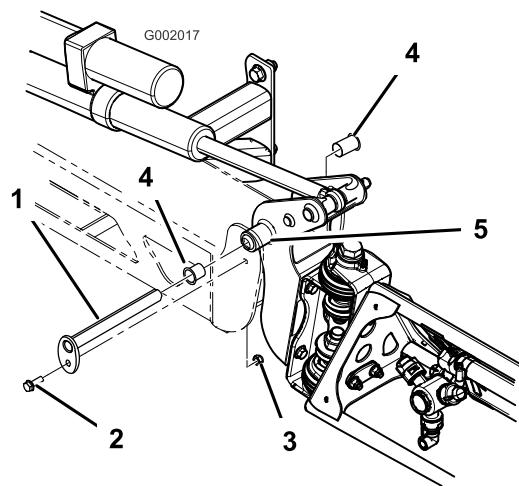

Figura 62
3. Con el peso del brazo apoyado, retire el perno y la tuerca que fijan el pasador de giro al conjunto del brazo (Figura 62). Retire el pasador de pivotе.
5. Retire los casquillos de nylon desde delante y desde detrás del soporte del pivote e inspecciónelos (Figura 62). Sustituya cualquier casquillo dañado.
7. Instale el conjunto de brazo y soporte del pivote en el bastidor central, alineando los orificios (Figura 62).